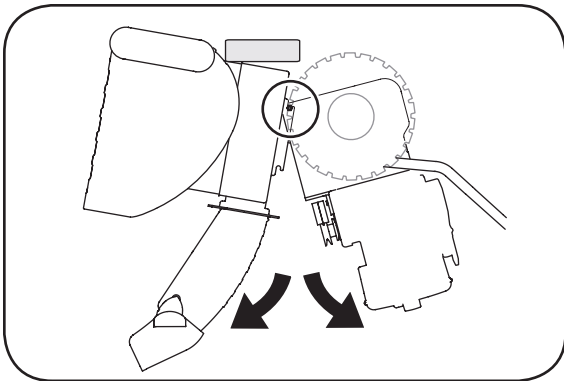

Figure 6-9
- Placez une cale en bois sous l'habillage de la tarière, comme à la Figure 6-9 et séparez l'habillage de la tarière du châssis en faisant basculer l'habillage vers l'avant et en tirant sur les poignées.